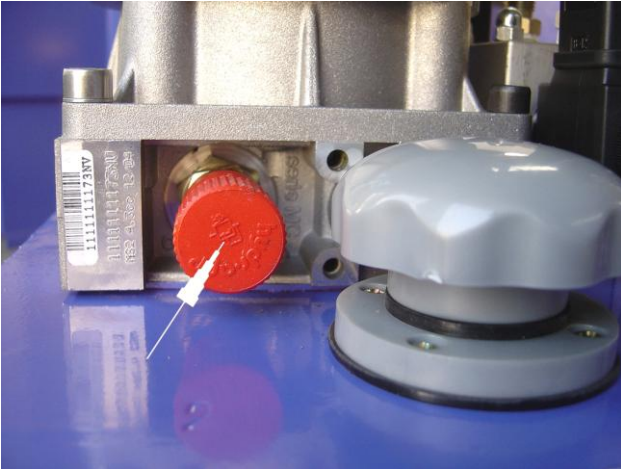

Bild 1
- Druckbegrenzungsventil (Bild 1)